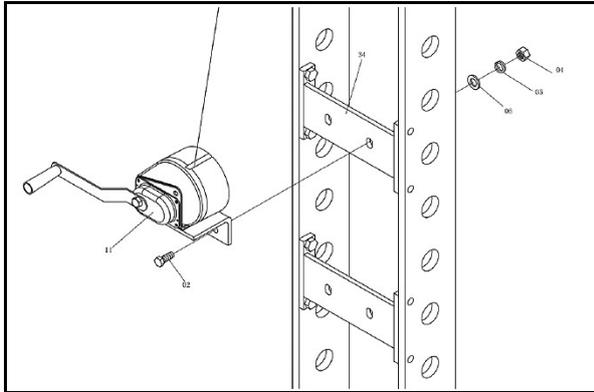

Abb. 16: Seilwinde montieren
Schritt 2: Die Seilwinde mit den Schrauben, Scheiben und Muttern außen am Gestell befestigen (siehe Abb. 16).